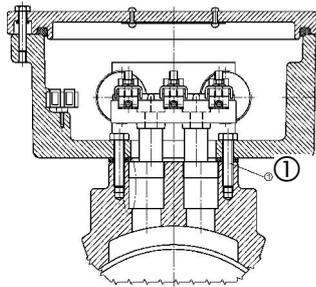
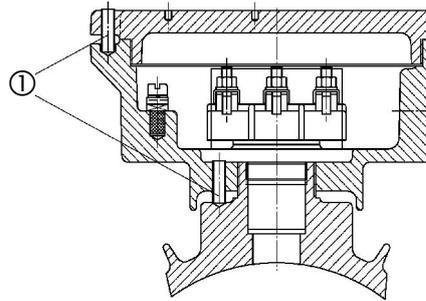

Figura 5: Caixa de bornes com parafuso de fixação ①
Figura 6: Caixa de bornes com pino roscado ①
Abra a caixa desapertando os parafusos da tampa (Figura 5) ou, na variante com pino roscado (Figura 6), desenroscando este e abrindo a tampa roscada. Após a ligação à rede, volte a fechar a caixa de bornes da mesma forma.
- desaperte os quatro parafusos de fixação (→ Figura 5) ou
- o dispositivo anti-torção através do(s) pino(s) roscado(s) (→ Figura 6).
As caixas de bornes que estejam fixadas de acordo com a figura 6 só podem ser desenroscadas a partir do limite da rosca em uma volta no máximo.